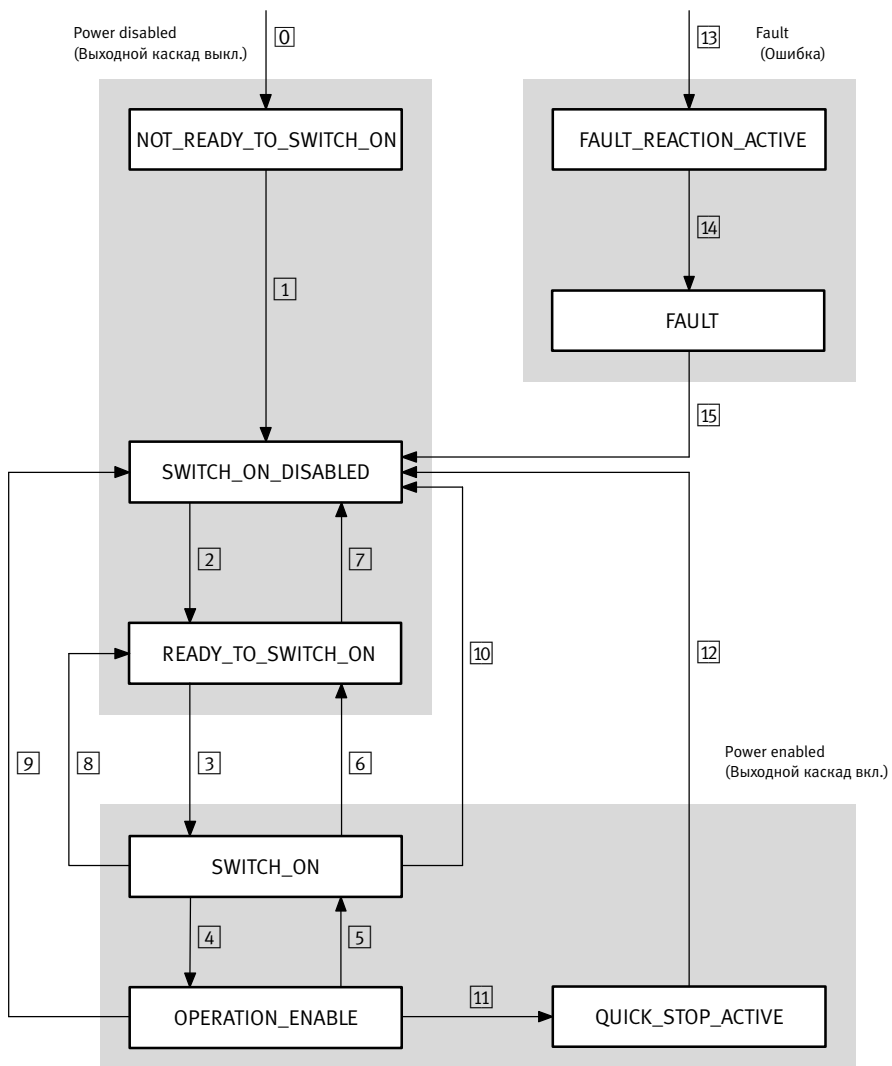

Fig. 6.1 Диаграмма состояний контроллера мотора
3. Согласно диаграмме состояний (Fig. 6.1) следует выполнить переходы [2], [3] и [4].